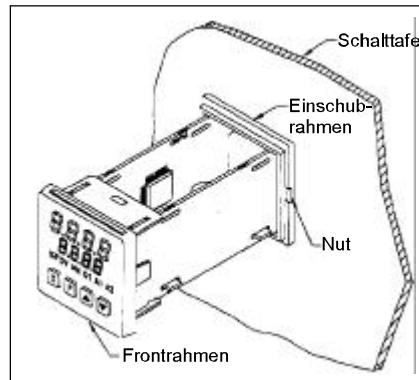

Bild 4.3: Aus- bzw. Einbau des Einschubs
Setzen Sie einen passenden Schraubendreher in die Nut an der Seite des Einschubrahmens. Drehen Sie ihn langsam, bis sich der Elektronikeinschub aus dem Rahmen löst und ziehen ihn vorsichtig heraus (siehe Bild 4.3).
1. Ziehen Sie den Elektroneinschub aus dem Gehäuse (siehe Bild 4.3).